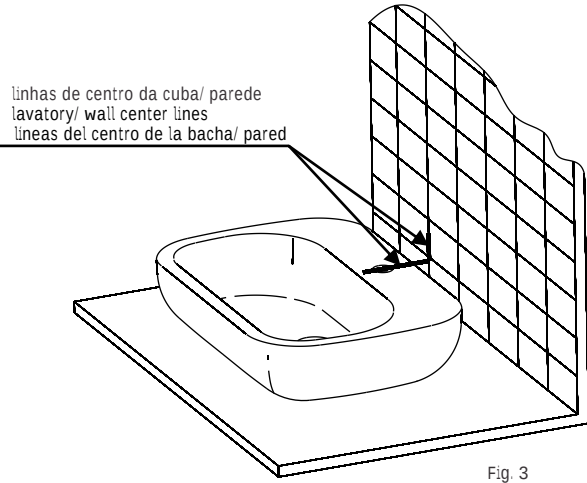

Fig. 3
- 5 Aplicar adesivo silicone nas faces de contato entre a cuba e o tampo, pressioná-la contra o tampo, fazendo coincidir as linhas de centro da cuba e parede, fig. 3.
Apply silicone adhesive onto the lavatory/countertop contact faces, press the lavatory against the countertop, aligning the lavatory/wall centers line, according to fig.3.
Aplicar cola adhesiva de silicona en la bacha apretando contra la tapa, haciendo coincidir las líneas del centro de la bacha y de al pared de acuerdo a la fig.3.